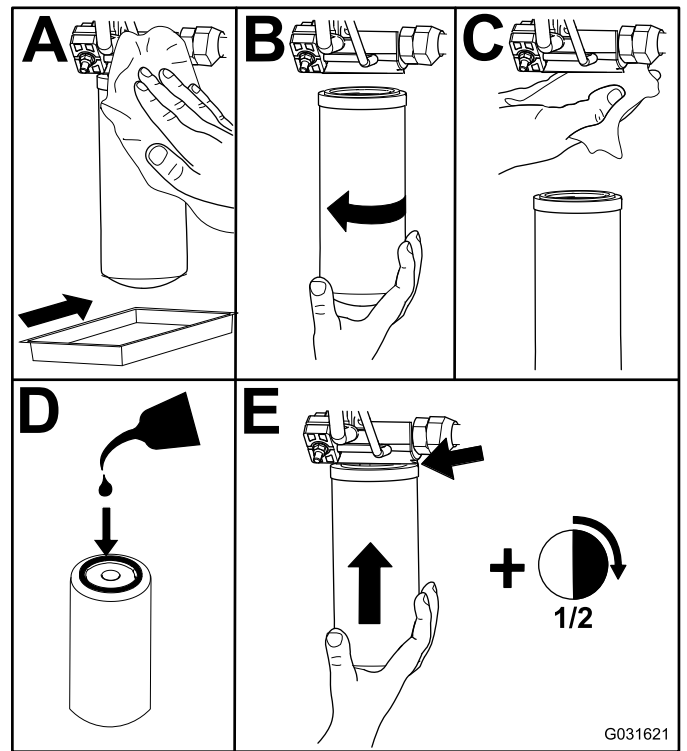

Figura 117
- Cambie los filtros hidráulicos (Figura 117).